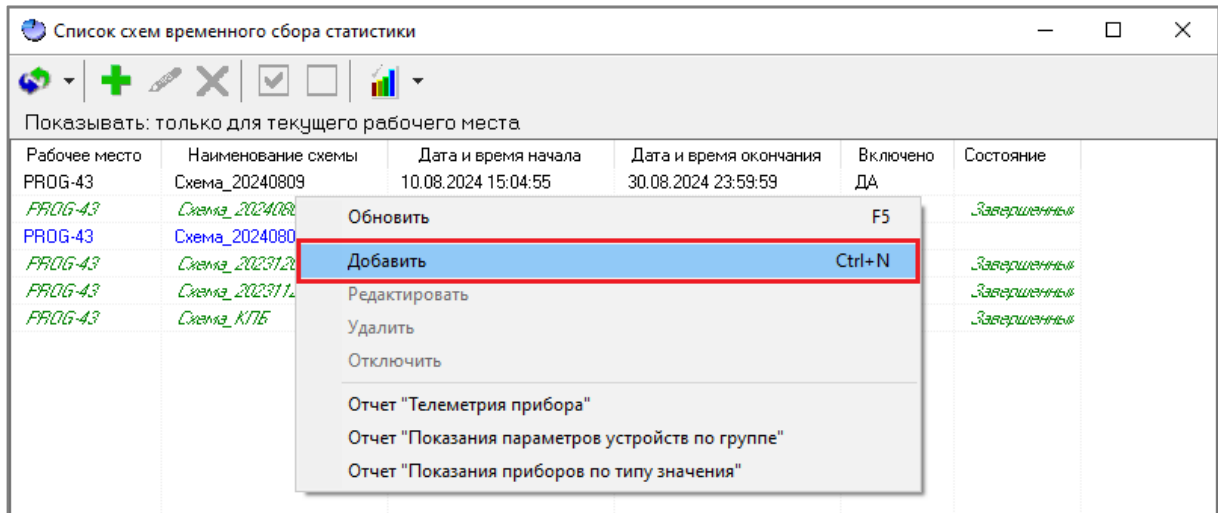

Рисунок 12-114 Создание схемы ВСС через контекстное меню области списка схем ВСС окна "Список схем временного сбора статистики"
- либо вызовите контекстное меню области списка схем ВСС (см. п. 12.6.1.2.1) окна «Список схем временного сбора статистики» и выберите в нем пункт «Добавить» (см. Рисунок 12-114);